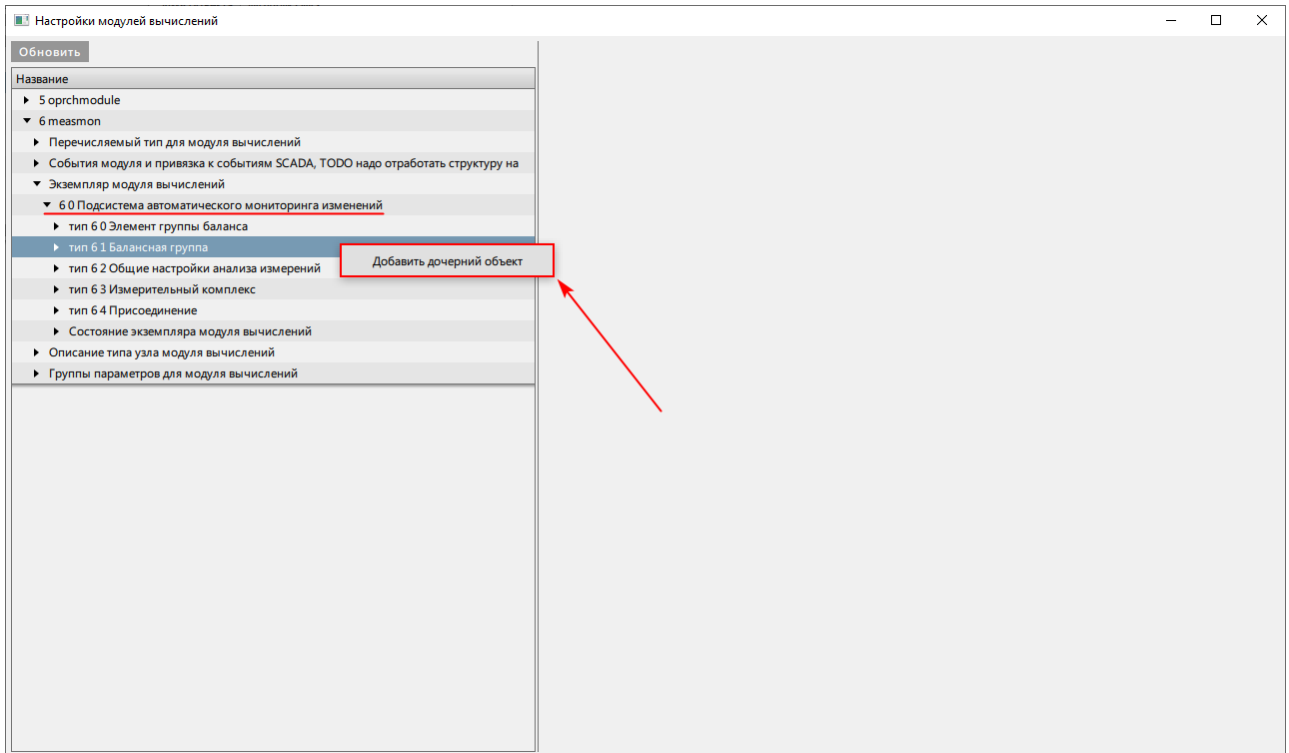

Рисунок 444 - Добавить дочерний объект
5. В узле экземпляра модуля вычислений нажмите *ПКМ* по тип 6 1 Балансная группа и выберите **Добавить дочерний объект** (Рисунок 444).